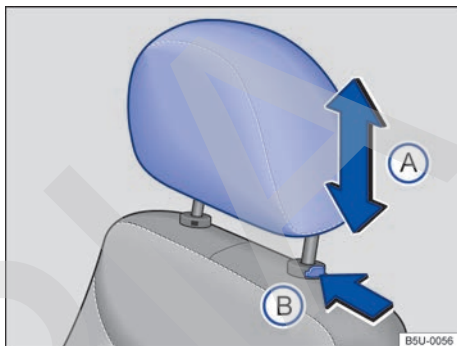

Fig. 74 Desmonte el apoyacabezas delantero.
- Presionar la tecla → **fig. 74 (B)** en el sentido de la flecha. Retire el apoyacabezas mientras presiona la tecla. ▶
- Empuje el apoyacabezas totalmente hacia abajo con la tecla → fig. 74 (B) presionada.